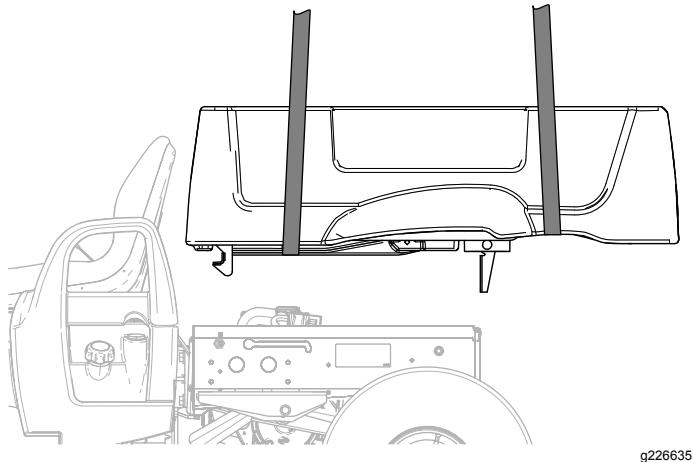

図 6
9. 荷台を車体から浮かせて車体から取り外す図 6。
- 荷台を車体から浮かせて車体から取り外す図 6。